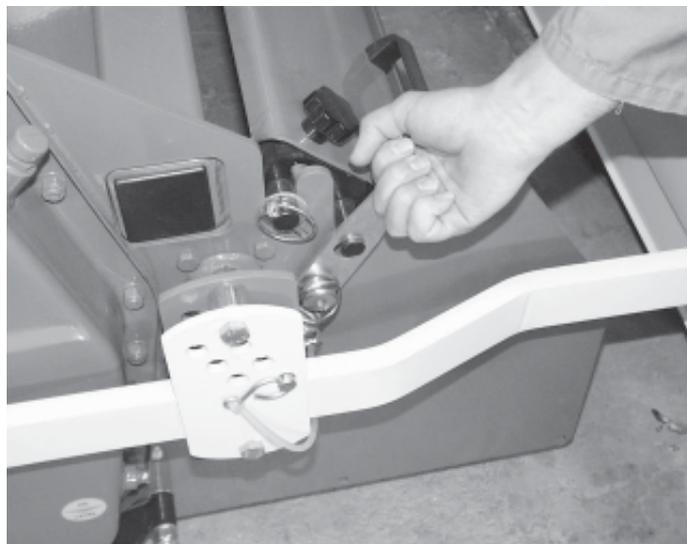

Abb. 43
- Falls es nicht möglich ist den Gegenstand der den Rotor blockiert zu entfernen, müssen Sie die Planierhaube entfernen, indem Sie die Halterung links und rechts ausrastern (Abb. 43).